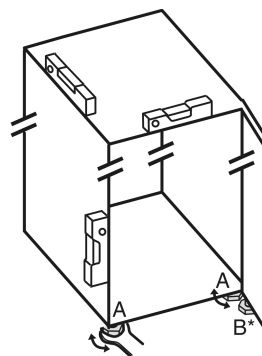

Fig. 68
- ▶ Stellfüße Fig. 68 (A) mit beiliegendem Gabelschlüssel und mit Hilfe einer Wasserwaage herausdrehen, bis das Gerät fest und ebenstehend ausgerichtet ist.
- ▶ Stellfuß Fig. 68 (B) am Lagerbock mit beiliegendem Gabelschlüssel herausdrehen, bis er auf dem Boden aufliegt.
- ▶ Stellfuß Fig. 68 (B) um 90° weiter drehen.